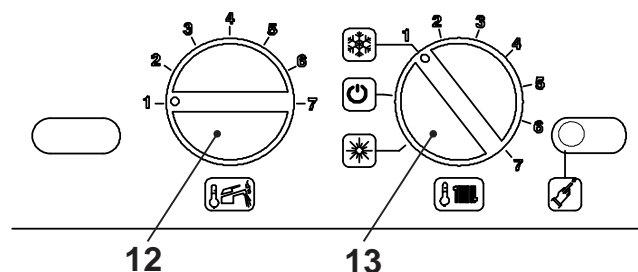

Fig. 2.3
- Ruotate il selettore 13 come in Fig. 2.3.